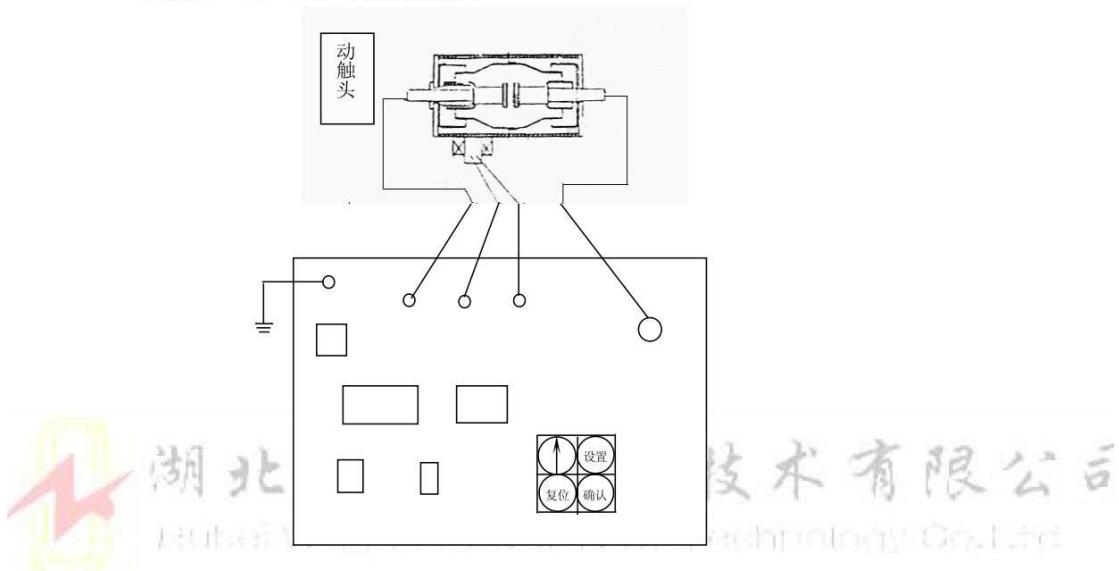

图 4 测试连线图
2、将被测的真空管按图4与仪器接线（注：如使用绕线式磁控线圈，将扁